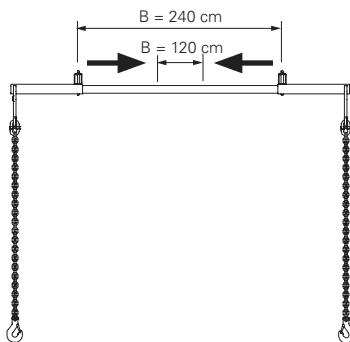

Fig. 3
1. Bloccare la traversa MXP nella misura corrispondente alla larghezza dell'elemento di cassaforma (7). Fig. 3